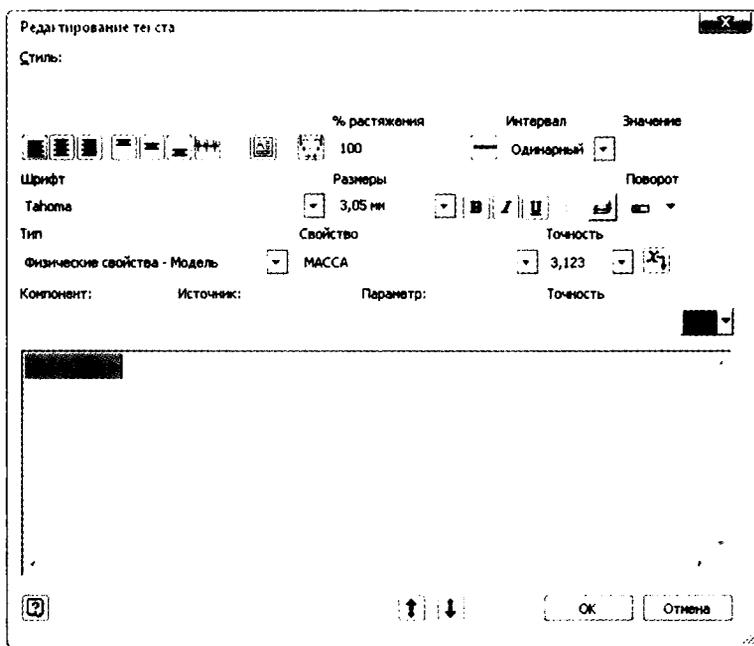

Рис. 5.8 Линии, текст и параметры основной надписи
15. Появится новое значение в текстовом окне. См. рис. 5.8.